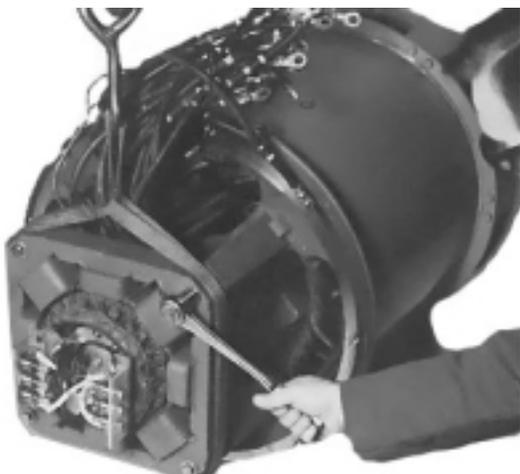

Figure 6-8
2. Débrancher tous les cables pour que les fils F1 et F2 suivent l'excitatrice du stator lors du démontage. Dévisser les 4 vis à rondelles Belleville qui fixent l'excitatrice du stator (Figure 6-8).